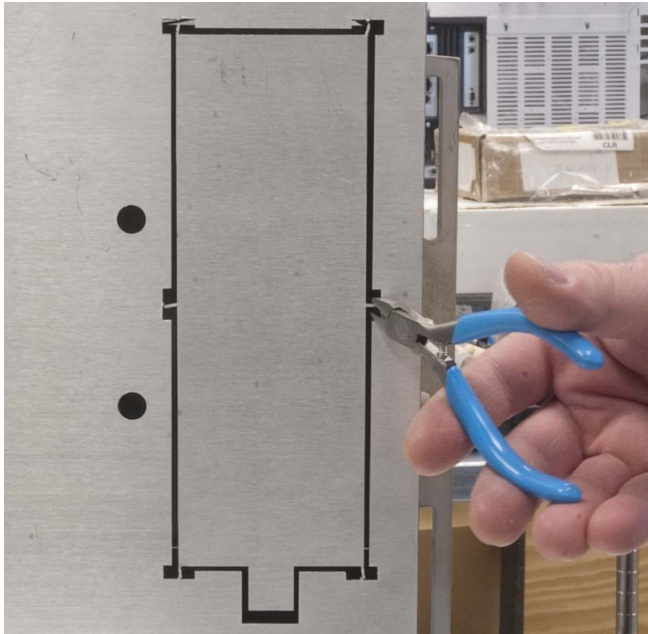

Abb. 37 Entfernen der Zubehörplatte mit einem Seitenschneider
- 13 Entfernen Sie die Zubehörplatte an der Unterseite des Probenellers mit einem Seitenschneider (Abb. 37).